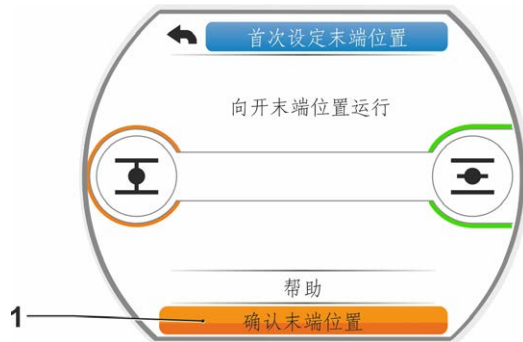

图7：确认末端位置
- c) 旋转操作按钮，选择“确认末端位置”（如右图7所示）。